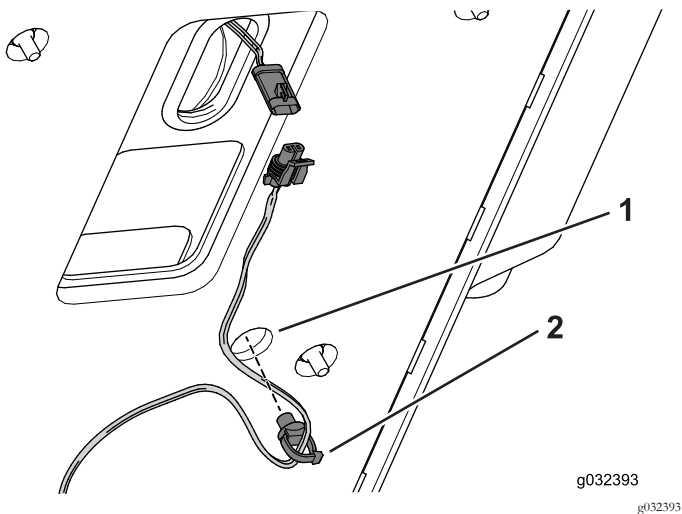

Bild 4
- Bringen Sie den Kabelclip an der Unterseite der Sitzplatte an (Bild 4).
- Schließen Sie den Sitzschalter am Kabelbaum an (Bild 4).